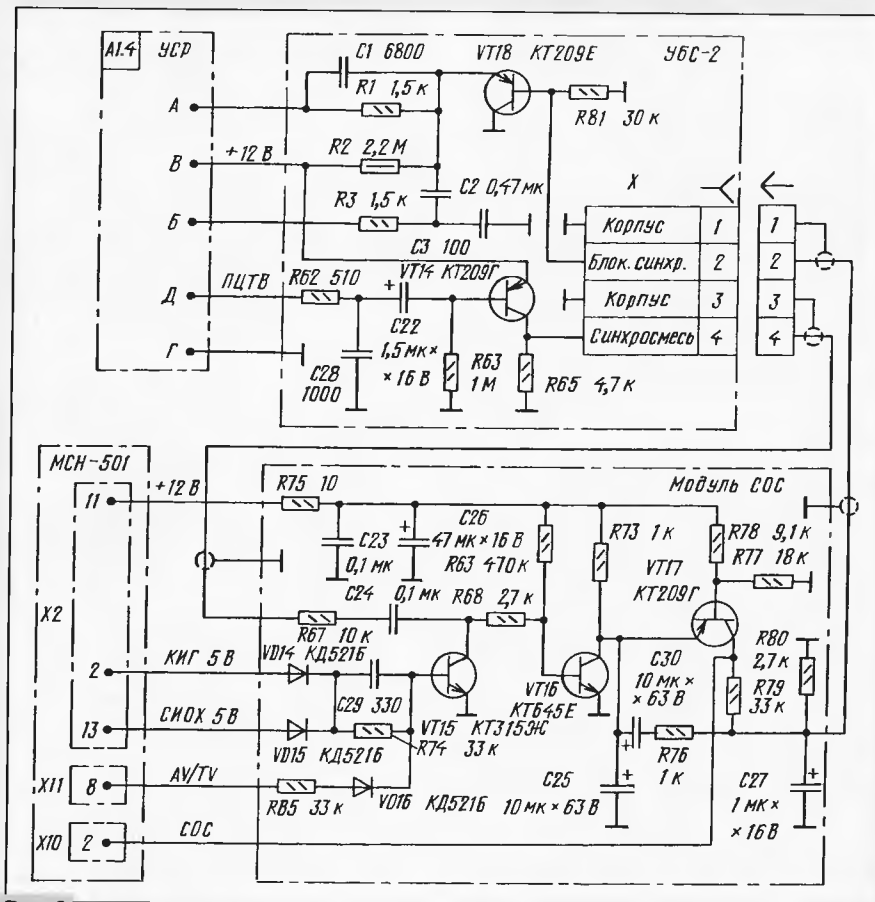

Рис. 8
13. Если используется модуль МСН-501, его следует дополнить модулями СОС и УБС-2 (см. рис. 8). Их схемное решение в совокупности устраняет различия модулей МСН-501-8/9 и МСН-501. Нумерация деталей на рисунке соответствует заводской схеме телевизора СТ518. Модуль СОС закрепляют на плате МСН, а модуль УБС-2 — на УРС.
Чтобы не трепать себе нервы из-за дрожащей картинки, к модулю МСН-501 и УСР добавляют блоки по схеме на рис. 8.